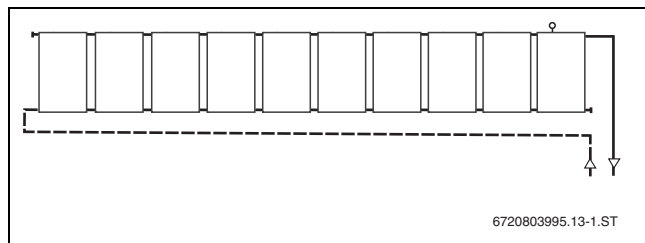

Bild 17 Wechselseitiger Anschluss (1 Reihe)
- Kollektorfeld wechselseitig anschließen (→ Bild 17).